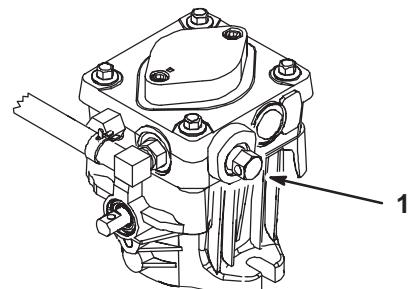

Figure 25
- Tournez les vannes de dérivation d'un tour dans le sens anti-horaire pour pousser la machine. Cela permet au liquide hydraulique de contourner la pompe et aux roues de tourner (Fig. 25).
- Tournez les vannes de dérivation d'un tour dans le sens horaire pour conduire la machine (Fig. 25).